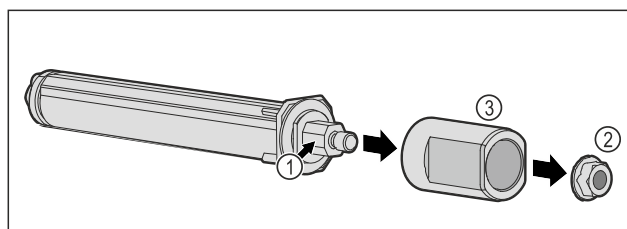

Fig. 54
- ▶ Systemu blokującego drzwi Fig. 54 (1) nie należy demontować.
- ▶ Wyciągnąć nakrętkę Fig. 54 (2).
- ▶ Zdjąć tuleję Fig. 54 (3).